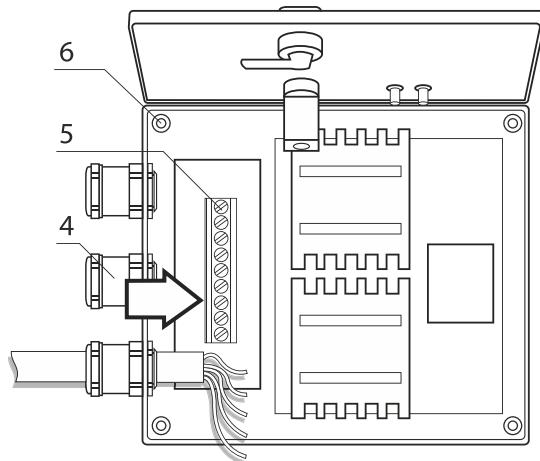
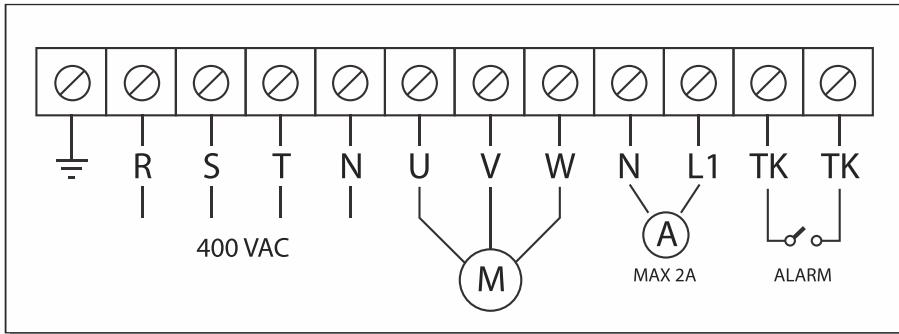

Рис. 3
Рис. 4. Схема электрических подключений
Регулятор имеет пять скоростей, выбор между которыми осуществляется выставлением поворотной ручки 1, в одно из пяти фиксированных положений, и положение «**0**» в котором прибор выключен. В регуляторе предусмотрены клеммы **ТК** (см.рис.4) для подключения термального контакта, вмонтированного в мотор вентилятора, при срабатывании термального контакта прекращается подача напряжения на двигатель вентилятора и загорается сигнальная лампа 3, показывающая аварийную работу регулятора. Регулятор также имеет клеммы **L1,N** (230Vac/**макс 2A**) для подключения внешнего оборудования (например приводов воздушных заслонок). В случае перевода ручки регулятора в положение «**0**», напряжение на клеммы и электродвигатель вентилятора не подается.
- Произвести электрические подключения согласно схемы (**см. рис.4**). Подключение внешних электрических проводников к изделию осуществляется при помощи винтовых клемм — **5** (**см.рис.3**). Ввод проводников во внутрь прибора производится через гермоводы — **4** (**см.рис.3**). На внешнем вводе (400В/50Гц) должен быть установлен встроенный в стационарную сеть электроснабжения автоматический выключатель.